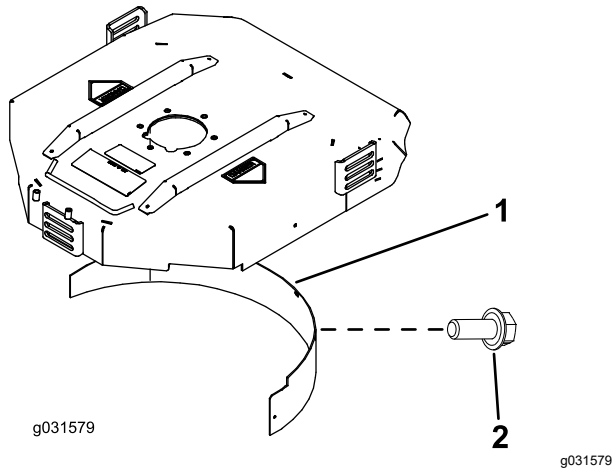

Figure 11
2. Montez le déflecteur de mulching dans l'ouverture arrière et fixez-le avec 5 boulons à embase (Figure 11).